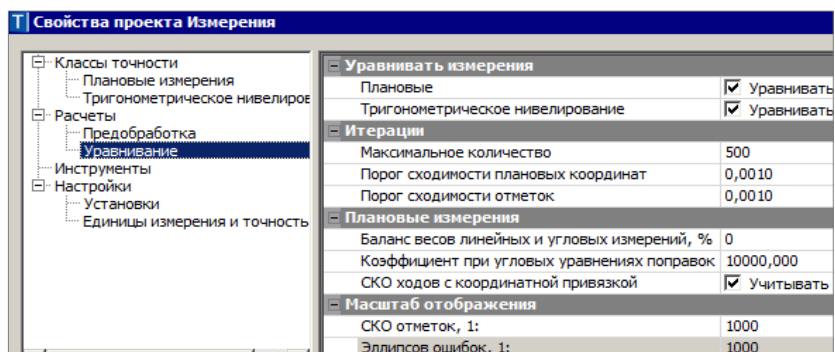

Рис. 7.3
Настройка параметров уравнивания выполняется в диалоговом окне **Свойства проекта Измерения** – узел **Уравнивание** (рис. 7.3). В этом узле настраиваются виды уравнительных вычислений, количество итераций, погрешность сходимости итераций.
**На заметку** Для ограничения числа итераций с сохранением возможности корректного завершения процесса уравнивания используйте параметр **Максимальное количество** в группе **Итерации** (рис. 7.3).